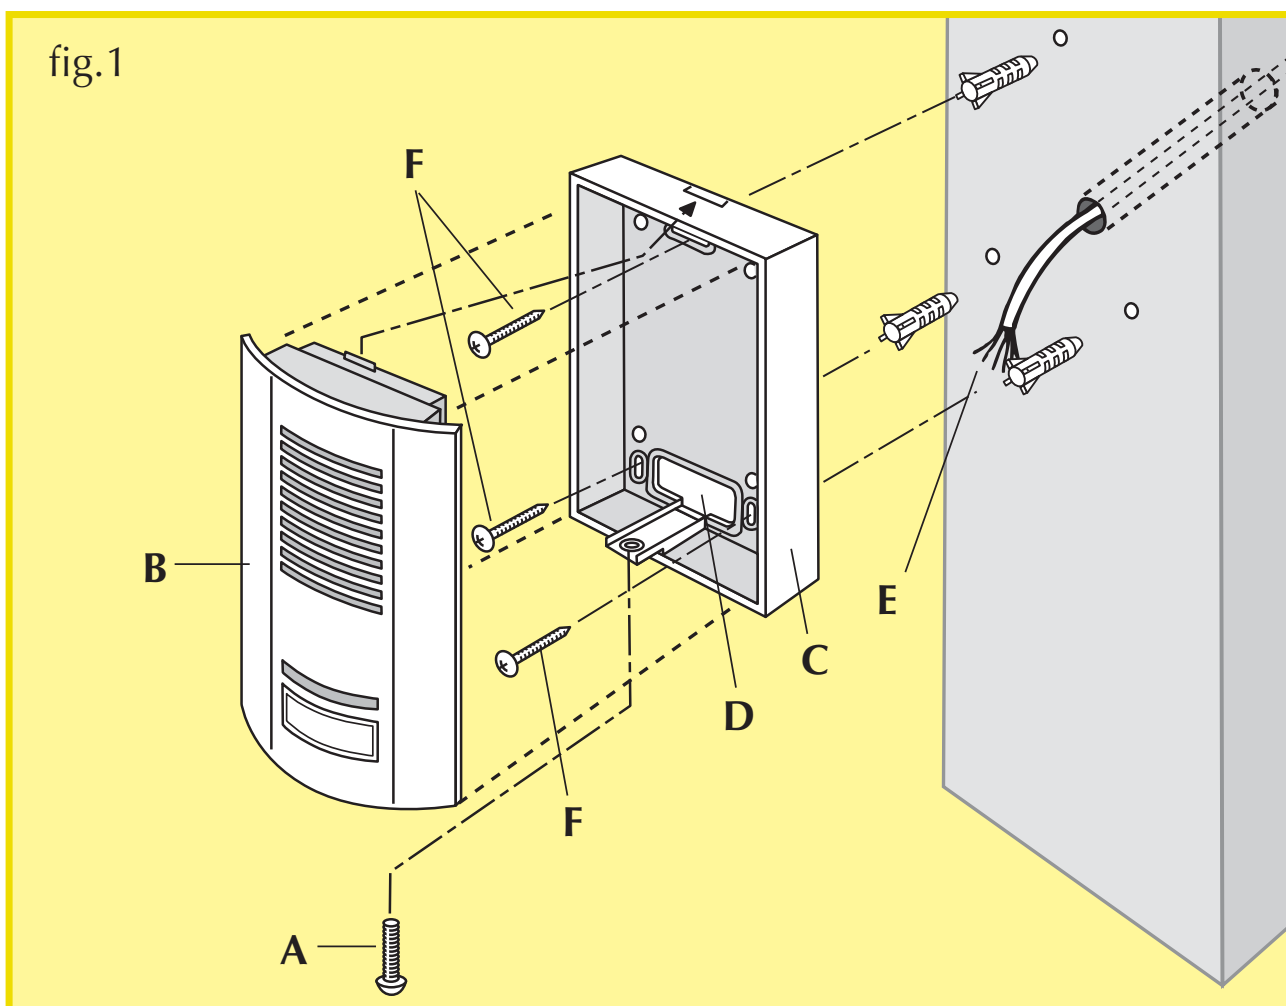

fig.2
**Conselho :** recomenda-se fazer passar os cabos (o da placa de rua e o da chapa-testa eléctrica) dentro de uma conduta de protecção, a fim de os proteger dos choques e das intempéries. **Não cortar as sobras do cabo 6 condutores**, a fim de evitar problemas de oxidação ou de mau contacto. Mais vale enrolá-lo sobre si mesmo entre o pilar e a caixa electrónica (fig. 2, página 3).
- 1•Desaparafusar o parafuso de estrela (A)
- 2•Inclinar a placa (B) para a frente e soltá-la por baixo
- 3•A fim de evitar infiltrações que escorrem pelo muro, pôr silicone por trás da caixa (C) (fig. 2).
- 4•Fixar, com a ajuda de 3 parafusos (F), a caixa (C) ao nível da parede, de forma a que o furo (D) fique de frente para o cabo (E).
**Para terminar a instalação da parte exterior**, inserir 4 pilhas de 1,5 V – tipo LR 20, alcalina, no compartimento das pilhas da **caixa eletrônica**, depois de ter inclinado a patilha, **certifique-se que está a respeitar a polaridade** (fig. 7, página 5). Tornar a fechar com a patilha e tornar a montar a parte de cima da caixa eletrônica com a ajuda dos 6 parafusos de estrela ( **H** ), tendo algum cuidado para não deformar a junta de impermeabilização. **Não tapar os 2 furos de arejamento** ( **T** ) situados em baixo da caixa eletrônica (fig. 2, página 3). Pode utilizar o conversor de tensão em opção weADSF 10003 cuja saída é estabilizada a 6 V sob 200 mA, e comandar a sua motorização do portão (página 15).